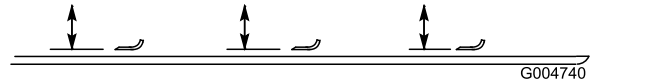

Bild 108
2. Drehen Sie die Messer, bis die Enden nach vorne und hinten zeigen und messen Sie von der Innenseite des Mähwerks bis zur Schnittkante an der Vorderseite des Messers (Bild 108).